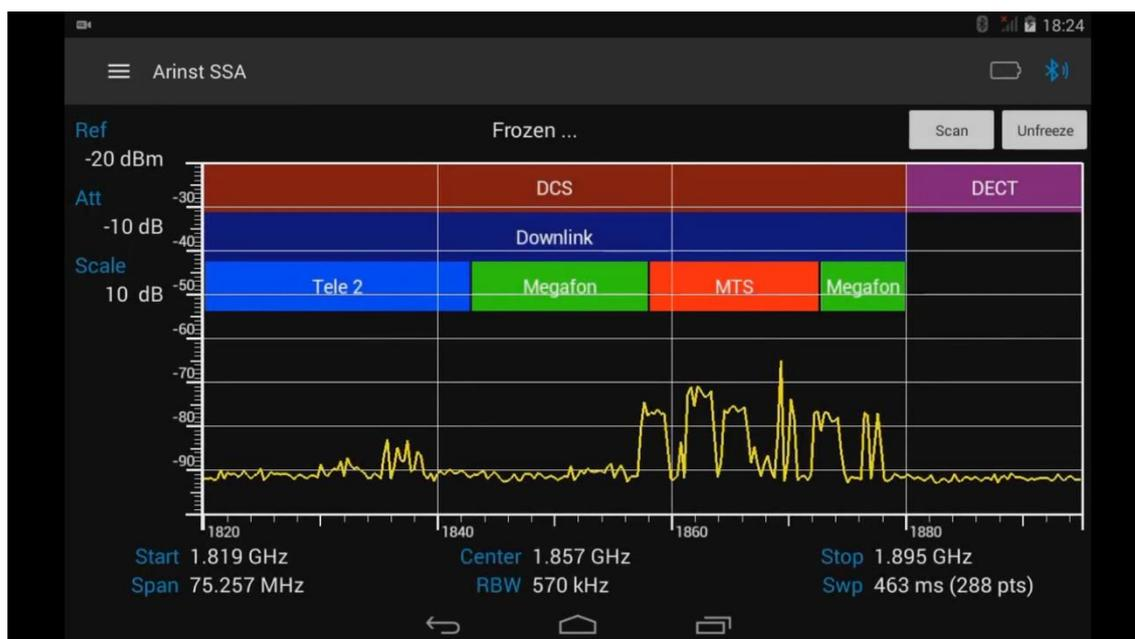

Рисунок 54 – Сканирование спектра приостановлено.
8.9.3. Для остановки циклического сканирования спектра нажмите кнопку **Freeze scan**. Сканирование спектра сигнала будет приостановлено (заморожено), рисунок 54. Нажатие кнопки **Scan** обновляет график спектра, кнопка **Unfreeze** запускает приостановленное сканирование.